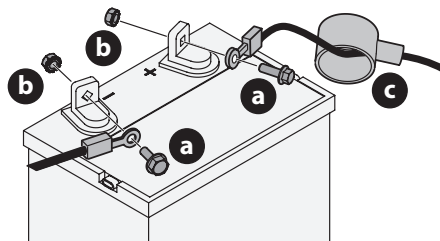

Figura 10
1. Retire la cubierta plástica, si está presente, del cable positivo de la batería. Conecte el cable rojo al borne positivo de la batería (+) utilizando el perno (a) y la tuerca hexagonal (b) (Figura 10).
2. Coloque el capuchón de goma rojo (c) sobre el borne positivo de la batería para protegerlo contra la corrosión (Figura 10).
3. Retire la cubierta plástica, si está presente, del borne negativo de la batería y conecte el cable negro al borne negativo de la batería (-) utilizando el perno (a) y la tuerca hexagonal (b) (Figura 10).